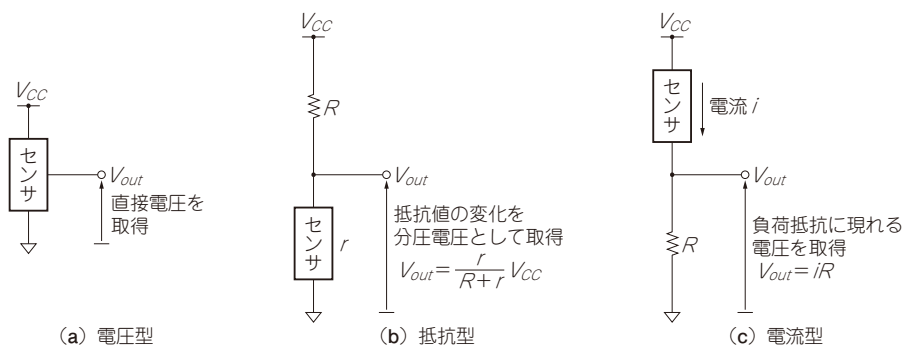

図1 アナログ値を出力するセンサの使い方
出力されるアナログ値には電圧、抵抗値、電流のタイプがあります(図1)。それぞれA-Dコンバータへの入力となる電圧の取得の仕方は次のようになります。
▶電圧型の場合[図1(a)]
▶抵抗型の場合[図1(b)]
▶電流型の場合[図1(c)]